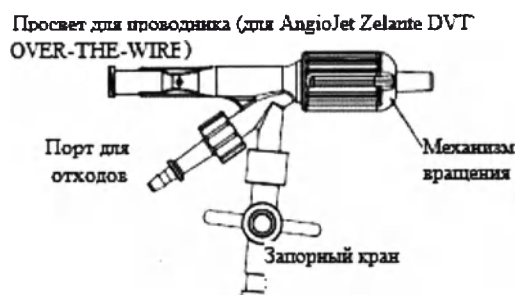

Рис. 2. Гемостатический клапан катетера AngioJet ZelanteDVT OVER-THE-WIRE
3. Вращение кончика катетера контролируется посредством поворачивания механизма вращения, расположенного на гемостатическом клапане катетера (рис. 2).